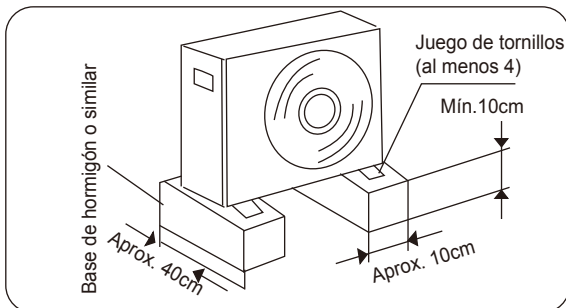

Fig.7.2
- Haga una base fuerte (tablero hecho de hormigón o similar de 10X40 cm²). El electrodoméstico debería estar ubicado a no menos de 10 cm de altura para evitar que se moje o se oxide. De lo contrario, puede causar daños en el electrodoméstico o reducir su vida útil. (Fig 7.2)